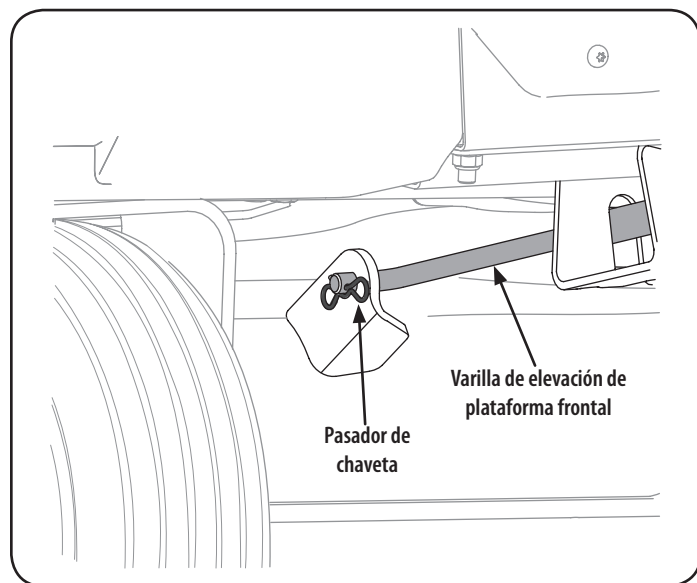

Figura 27
6. Tire del pasador de chaveta hacia afuera de la varilla de elevación delantera de la plataforma que la sujeta a la plataforma. Vea la Figura 27. Saque la varilla de elevación de la plataforma de la ménsula de suspensión frontal.
6. Vuelva a instalar la varilla de elevación delantera de la plataforma y sujétela en su lugar con el pasador de chaveta. Consulte la Figura 27.